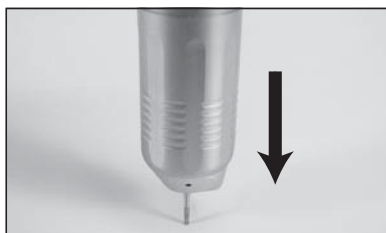
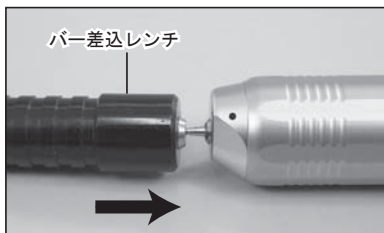

図1
図2
- プレストシリーズハンドピースのチャックは押し込み式ですので、図1のようにバーをセットして押し込んでください。先端の細いバーは付属の専用のバー差込レンチを用いて図2のように押し込んでください。